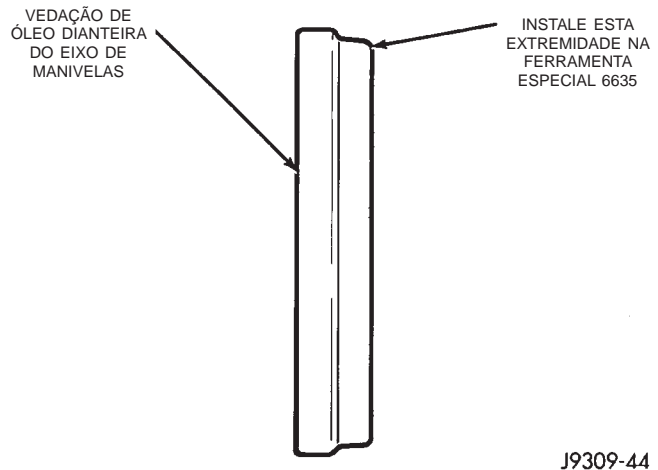

Fig. 53 Colocação da Vedação de Óleo na Ferramenta de Instalação 6635
- (1) Desconecte o cabo negativo da bateria.
- (2) Remova o abafador de vibração.
(3) Se houver suspeita de vazamento na vedação dianteira, verifique o alinhamento da vedação de óleo dianteira com o eixo de manivelas. A ferramenta de instalação/alinhamento da vedação 6635 deve se ajustar com uma interferência mínima. Se não se ajustar, a tampa deve ser removida e instalada adequadamente.
(4) Coloque uma ferramenta adequada atrás das bordas da vedação de óleo para retirar a vedação de óleo para fora. Tome cuidado para não danificar o cilindro da tampa de vedação do eixo de manivelas.
(5) Coloque o diâmetro menor da vedação de óleo sobre a Ferramenta de Instalação de Vedação de Óleo Dianteira 6635 (Fig. 53). Assente a vedação de óleo no entalhe da ferramenta.